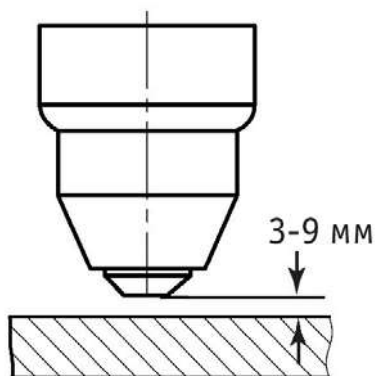

Рис. 9.6. Выбор расстояния от сопла плазматрона до разрезаемого изделия.
- Расстояние до разрезаемого изделия (См. рис. 9.6).